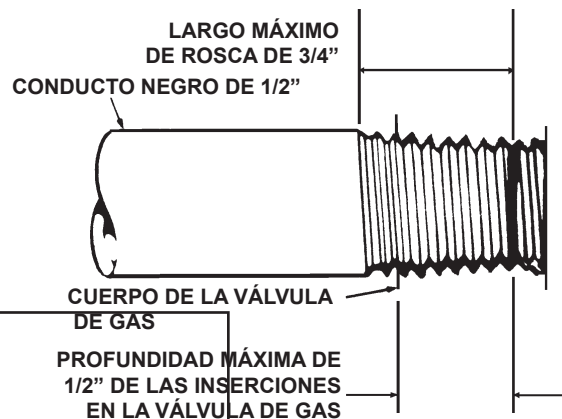

Figura 6. Requisitos de conexión de la válvula de gas
- Las roscas macho del conducto que se instalará en la válvula de gas deben cumplir con los requisitos de la Figura 6. Las **USE UNA CANTIDAD MODERADA DE SELLADOR PARA CONDUCTOS**
⚠ ADVERTENCIA: Si las roscas macho del conducto que se instalará en la válvula de gas no cumplen con los requisitos de la Figura 6, pueden producirse daños, distorsión y un funcionamiento indebido en la válvula de gas.